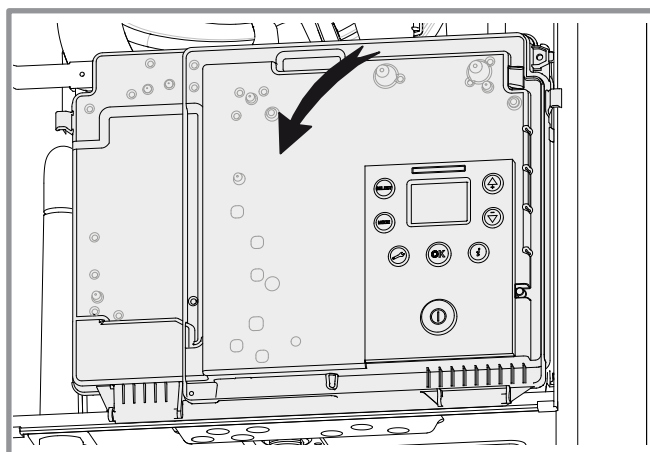

figure 30 - Basculement du coffret électrique
- Pivoter le coffret électrique (figure 30),
- Débrancher le tube d'évacuation des condensats (1).